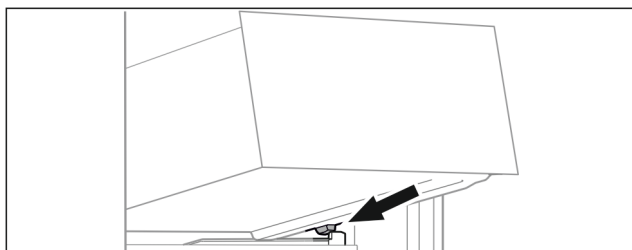

Fig. 61
- ▶ Поставете чекмеджето под ъгъл зад ограничителите върху реброто на съда. (виж Fig. 61)